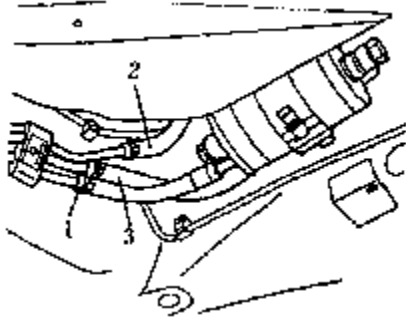
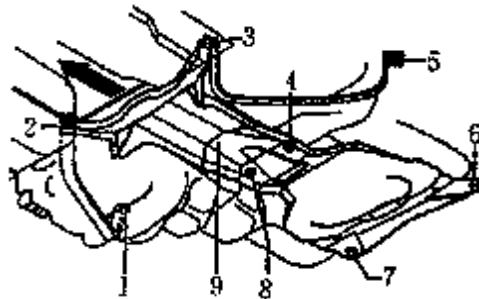

图 4-174 拆卸进回油软管
图 4-175 拆卸紧固条
(6) 对于四轮驱动轿车, 拆下燃油滤清器上的进油软管 1, 在回油软管 2 及通气软管 3 上标上标记, 并在连接点分开 (图 4-174)。拆下燃油箱隔热罩 (左、右侧)。将发动机/变速器起吊装置 V.A.G1383A 置于车下, 支承油箱。拆下紧固条 1~8 (图 4-175), 从车上降下油箱及支撑板, 箭头指向行驶方向。